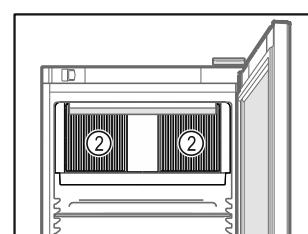

Fig. 60
- Lüftungsschlüsse Fig. 60 (2) des Umluftgebläses im Innenraum freihalten.